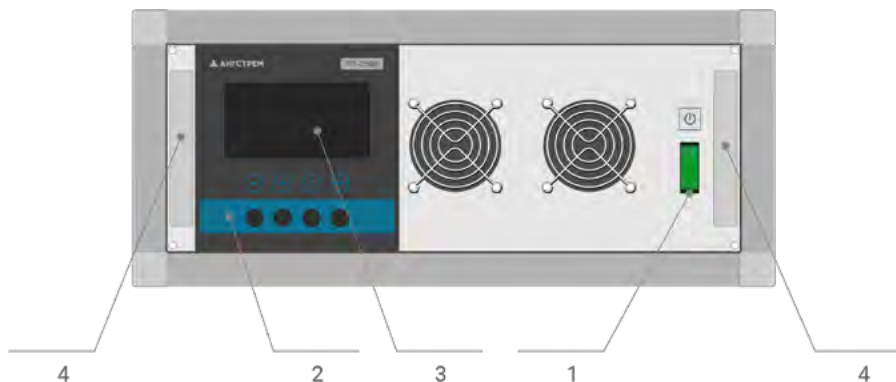

Рисунок 1 - Передняя панель генератора
5.1.2. На передней панели генератора (Рис. 1) расположены органы управления и индикации: